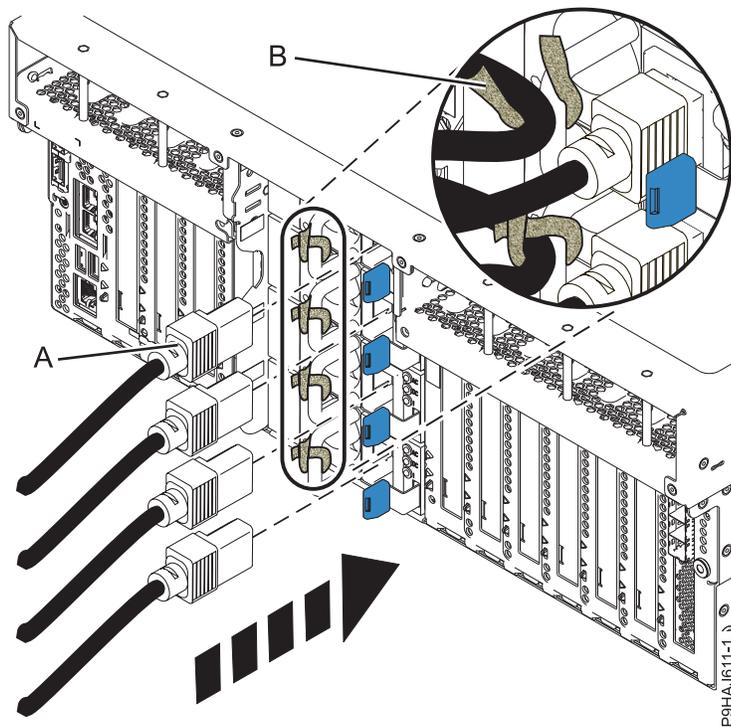
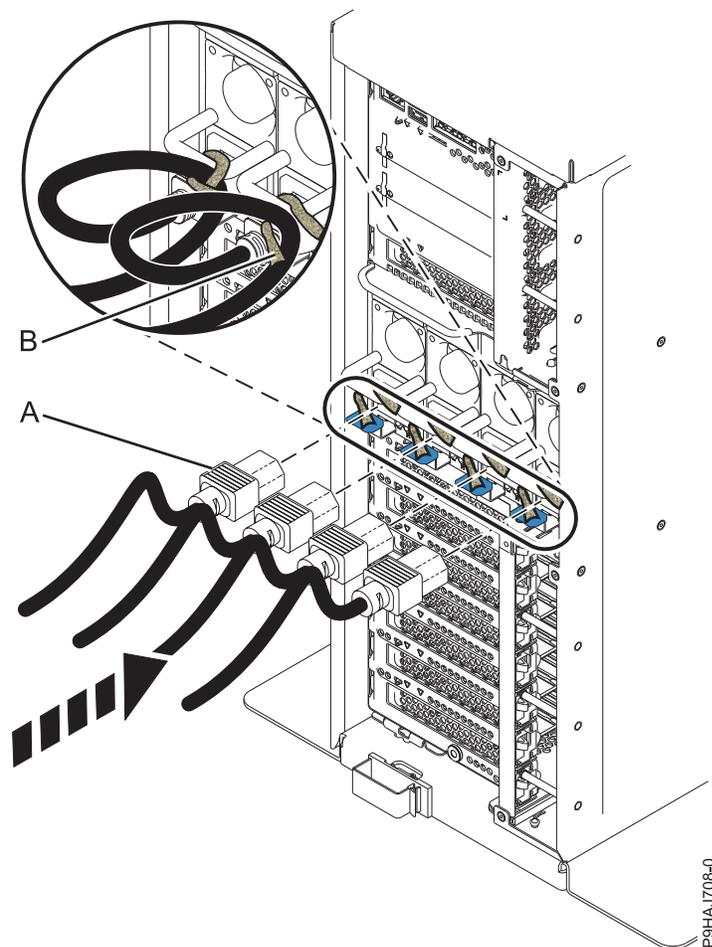

Figura 44. Conectando os cabos de energia a um sistema montado em rack
Figura 45. Conectando os cabos de energia a um sistema independente
2. Usando seus rótulos, reconecte os cabos de energia (A) à unidade de sistema. Prenda os cabos de energia (A) ao sistema usando as fitas de velcro (B), como mostrado na Figura 44 na página 62 ou Figura 45 na página 63.